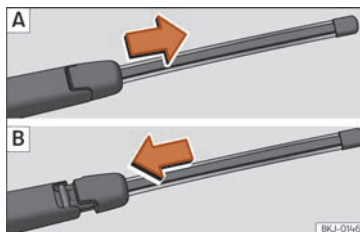

**Fig. 82** Estrarre e posizionare la spazzola del tergilunotto.
- Scorrere l'adattatore della spazzola nella direzione della freccia e rimuovere la spazzola »» **fig. 82 A.**
- Posizionare la spazzola come indicato nella figura »» **fig. 82 B** e scorrere l'adattatore fino a quando non si incastra.